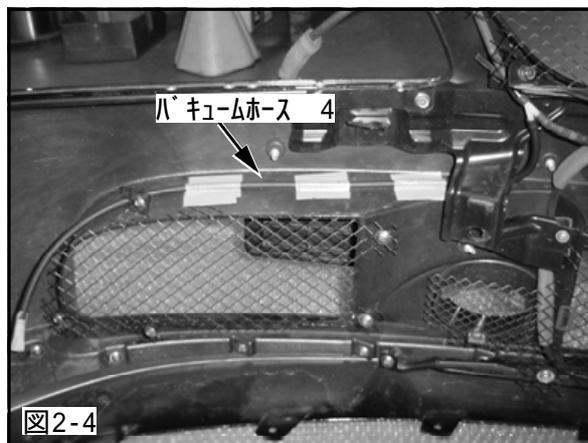

図2-4
- (3) 1.(3)で を取外したジョイント部に(2)で700mmに切断したバキュームホースを取付けテープ等を使用して、バンパに固定してください。(図2-4)